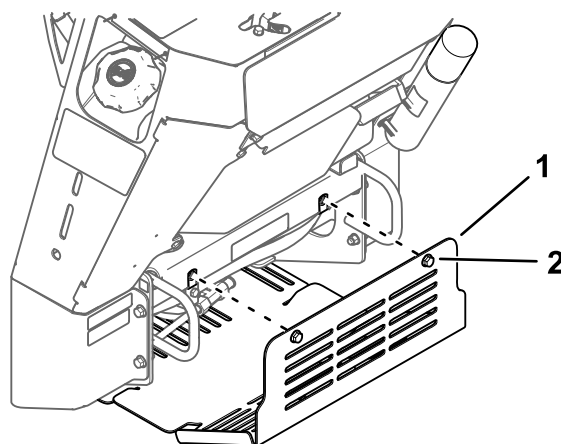

Рисунок 20
3. Последовательно отвинчивайте 3 болта крепления нижнего щитка, пока не освободите щиток (Рисунок 20).